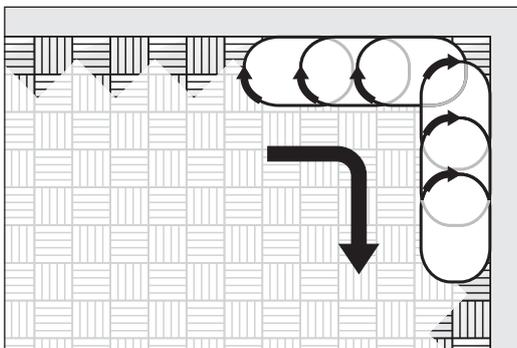

Abb. 12 FLIP® mit **kurzem** oder **langem** Vorsatz: Kreisende Bewegungen **im Uhrzeigersinn!**
- Die FLIP® mit **kurzem** oder **langem** Vorsatz wird beim Schleifen mit kreisenden Bewegungen **im Uhrzeigersinn** bewegt (Abb. 12)!